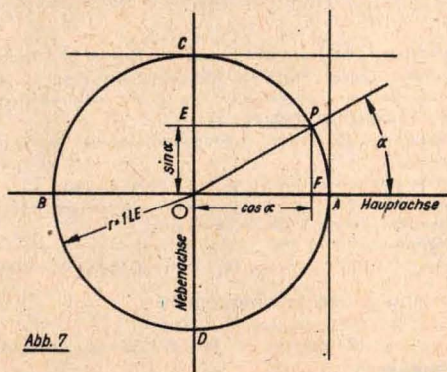

Abb. 7
Wer von den Lesern mit den trigonometrischen Funktionen noch nicht vertraut ist, kann diese Winkelwerte ohne weiteres mit fast ausreichender Genauigkeit aus einer guten, maßstabgerechten Zeichnung zur Abb. 3 durch Winkelmessung entnehmen. Wir messen dann den Winkel α_1 mit 52° und den Winkel α_2 mit 67° . Sie können sich auch für schnelle Ablesungen, die nicht eine allzugroße Genauigkeit erfordern, ein Hilfsmittel herstellen, das Ihnen bei allen Aufgaben, bei denen Sie von Winkeln auf deren trigonometrische Funktionswerte oder umgekehrt umrechnen müssen, immer zur Seite stehen kann. Die Abb. 7 zeigt das Wesen dieses Hilfsmittels. Es handelt sich um einen Quadranten des Einheitskreises (Radius $r = 1$ Längeneinheit). In den Einheitskreis werden alle Winkel so hineingelegt, daß ein Schenkel immer mit der sogenannten positiven Hauptachse (hier OA) zusammenfällt. Dann lesen wir z. B. den Cosinuswert eines Winkels α als Maßzahl der Projektion (\overline{OF}) des freien Schenkels (\overline{OP}) von α auf die Hauptachse ab. Der sinuswert desselben Winkels α ist die Maßzahl des Lotes \overline{PF} .
Der Flächeninhalt für Dreieck (1) wird dann (siehe Abb. 7)